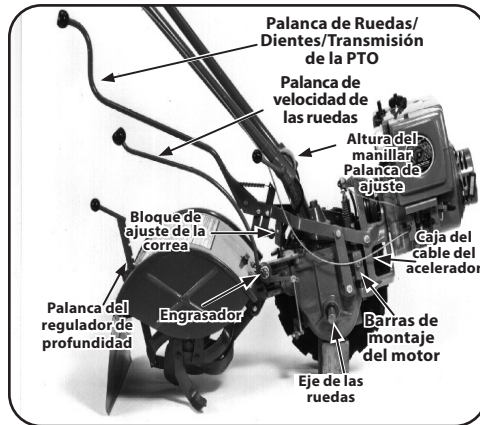

Figura 5-10
1. Engrase el eje de la rueda entre los cubos de rueda y la carcasa de la transmisión. Consulte la Figura 5-10.
2. Lubrique con aceite todos los puntos de giro y conexión de la palanca de Ruedas/Dientes/Transmisión de la PTO y la Palanca de velocidad de las ruedas. Consulte la Figura 5-10.
3. Engrase el frente del bloque de ajuste de la correa. Consulte la Figura 5-10.
4. Lubrique con aceite la Palanca del regulador de profundidad, incluido el resorte del soporte de montaje. Consulte la Figura 5-10.
5. Lubrique con aceite todo a lo largo de la caja del cable del acelerador. Lubrique con aceite las roscas de la palanca de ajuste de la altura del manillar. Consulte la Figura 5-10.
6. Lubrique con grasa las barras izquierda y derecha de montaje del motor en la parte superior, media e inferior. Consulte la Figura 5-10.
7. Lubrique con grasa el engrasador zerk que está ubicado en el punto de articulación en el extremo de la palanca de velocidad de las ruedas. Consulte la Figura 5-10. Si la palanca de velocidad de las ruedas tiene un engrasador en el conjunto articulado, aplique 2 a 3 pasadas de grasa multipropósito al principio y al final de la temporada de labranza.